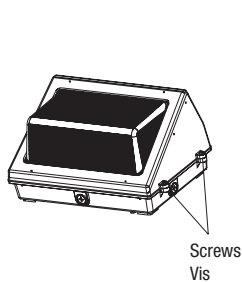

Fig. 1A
1. Unscrew the two screws and remove the back housing (Fig. 1A).
1. Dévisser les deux vis et enlever le boîtier arrière (Fig. 1A).